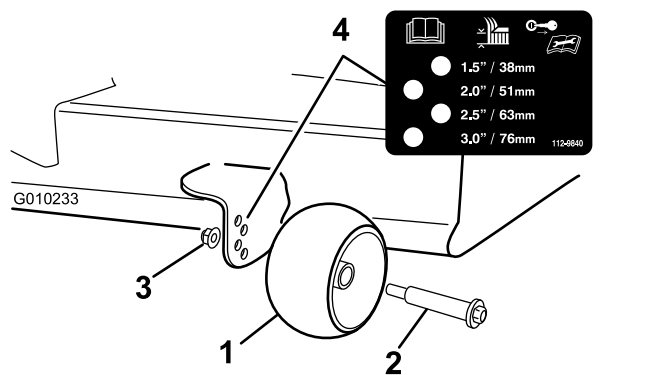

Figura 19
3. Regolate i fori antistrappo (Figura 19) per adattarli alla posizione di altezza di taglio più vicina.